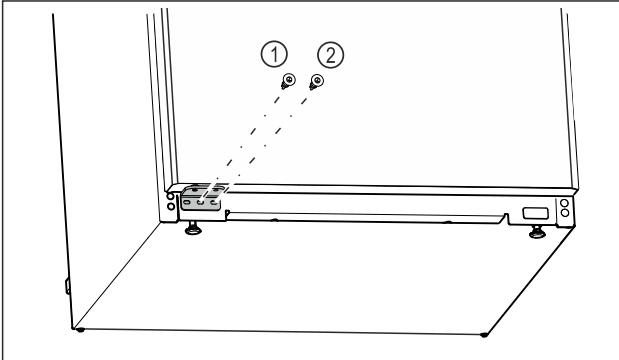

Fig. 18
- ▶ Înșurubați ferm șurubul din mijloc al suportului de lagăr Fig. 18 (1) cu șurubelnița Torx 20.
- ▶ Înșurubați ferm șurubul din interior al suportului de lagăr Fig. 18 (2) cu șurubelnița Torx 20.